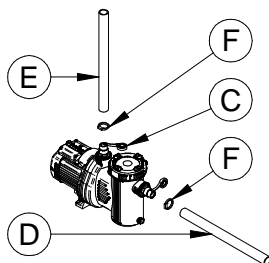

Fig. 96
- Realizar algunas vueltas del teflón suministrado con el equipamiento alrededor de los portagoma (Fig. 96, # C; *componentes hidráulicos*) para garantizar la estanqueidad del tubo (*componentes hidráulicos*) en el portagoma.
- Conectar el tubo (*componente hidráulico*) de *aspiración* al portagoma IN (Fig. 96, # D) y el tubo de *impulsión* al portagoma OUT (Fig. 96, # E). Asegurar los tubos (*componente hidráulico*) con abrazaderas (Fig. 96, # F).